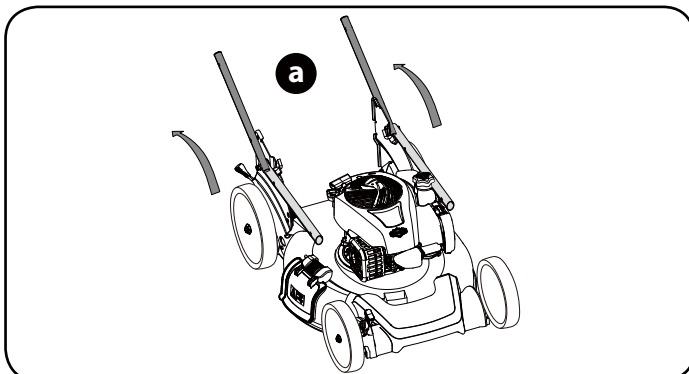

Figura 1
1. Despliegue la manija inferior (a) hasta la posición de funcionamiento. (Figura 1)